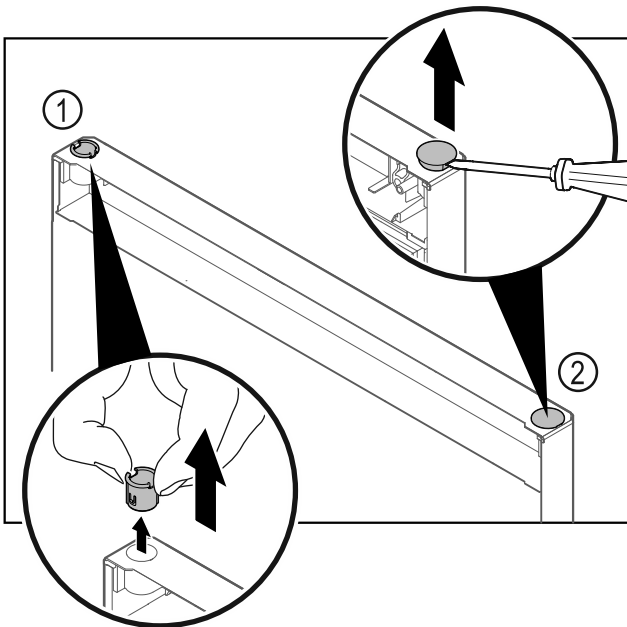

Fig. 15
- Scharnierbuchse Fig. 15 (1) mit den Fingern herausziehen.
- Abdeckstopfen Fig. 15 (2) vorsichtig mit einem Schlitzschraubendreher anheben und herausziehen.